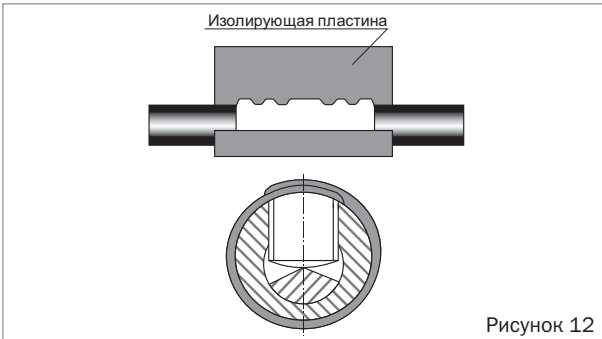

Рисунок 12
- вания гильзы места срыва головок болтов должны быть закрыты пластиной в два слоя. Обжать пластины рукой (рисунок 12).